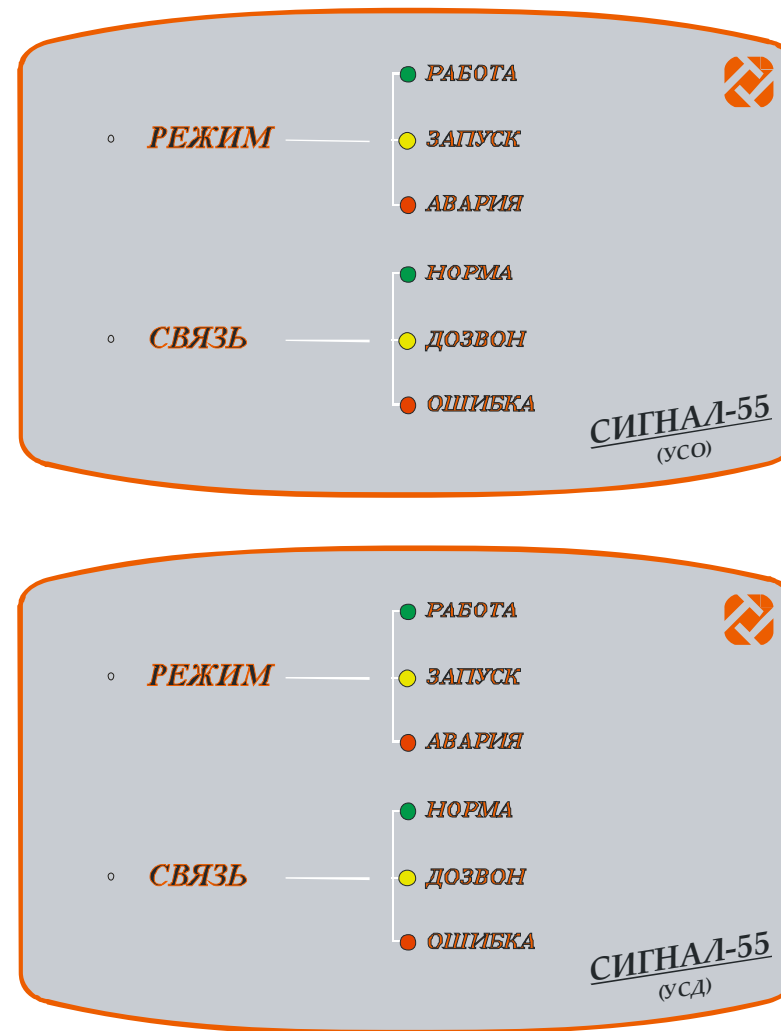

Рис. 1
2.3. Вид пульта изнутри показан в Приложении Б Рис.1,2. На задней стенке расположена плата процессора «ТТ101» имеющая в своем составе GSM-модуль и держатель SIM-карты.